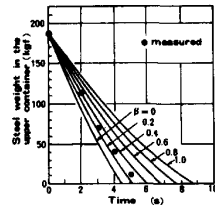

Fig. 2 Efficiency of electromagnetic brake in the experimental system (Type A).
3. 結果と考察 実験結果を Fig. 2 に示す。流路内で溶鋼が充填し、一定流速で流れていると仮定した時の流路系内のエネルギーバランスは (1) 式のように表わされる。